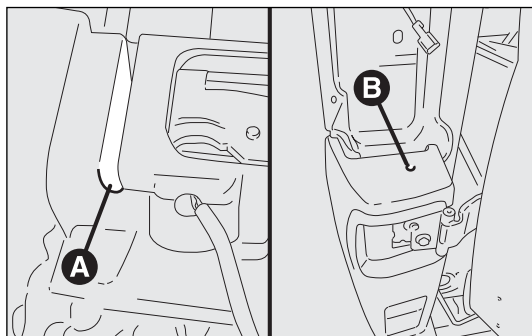

fig. 198
- quitar la fijación inferior A entre el parachoques central y lateral fig. 198;